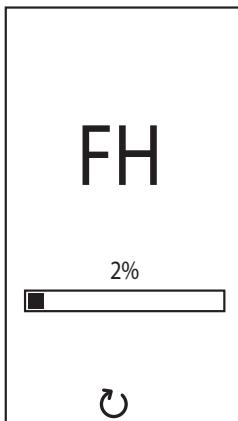

fig. 8 - Sfialto con ventilatore attivo
- Per i successivi 20 secondi il display visualizza **FH** che identifica il ciclo di sfialto aria dall'impianto riscaldamento con il ventilatore in funzione (fig. 8).